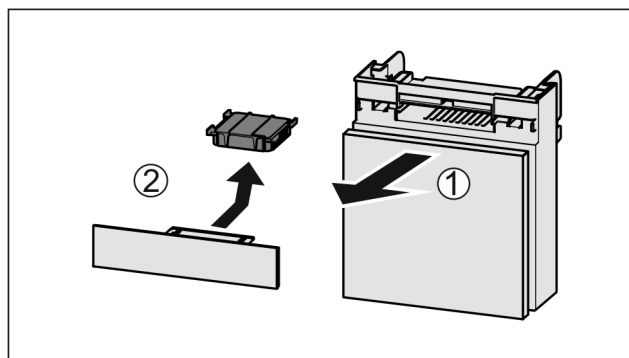

Fig. 172
- Потягніть Fig. 172 (1) відділення вперед.
- Витягнути Fig. 172 (2) фільтр з активованого вугілля.